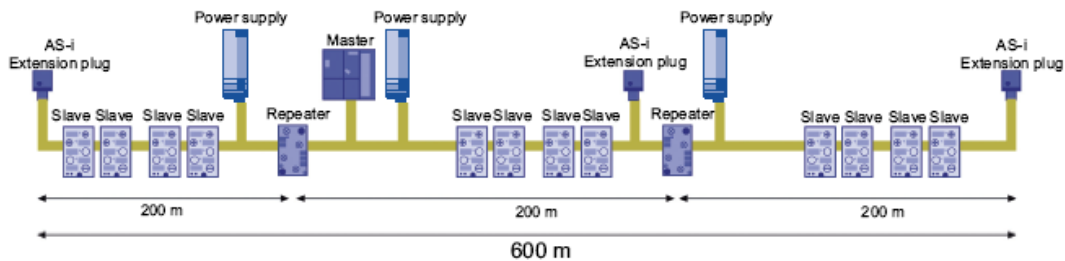

图9 网络中同时使用拓展插头和中继器
(3) 当网络中既有“Extension Plug (拓展插头)”又有中继器时, 可以将中继器加在“Extension Plug (拓展插头)”的后面, 但不能串联, 因而最多可将网络拓展到600米 (图9)。